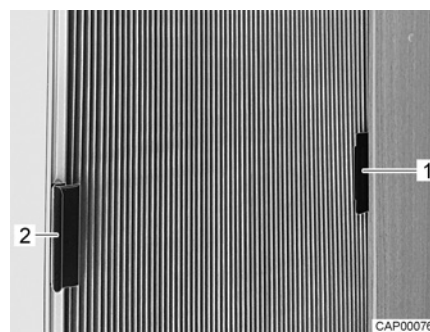

Fig. 3 Dispositif occultant plissé pour vitre latérale (fermé)
- Pousser le dispositif occultant plissé (Fig. 3,1) par sa poignée respective dans la pièce de fixation (Fig. 3,2). Le dispositif occultant plissé est ainsi empêché de se fermer par inadvertance pendant le voyage.